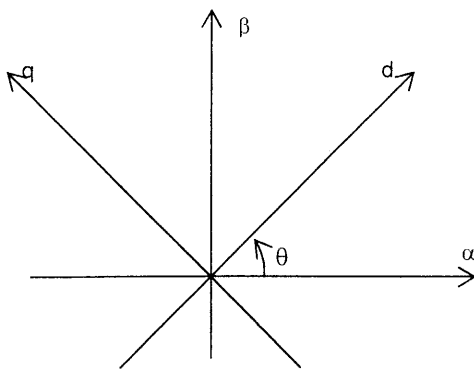
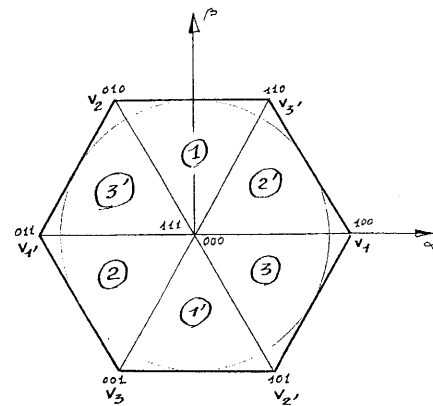

Figure 2
Figure 3
Le référentiel  $d, q$  fait un angle  $\theta$  avec le référentiel  $\alpha, \beta$  (figure 2). Le domaine atteignable par les projections dans le plan  $\alpha, \beta$  des vecteurs « onduleur » et « charge » est présenté à la figure 3. Cette figure présente également les 8 vecteurs onduleurs avec indication pour chacun de l'état des interrupteurs de chacun des 3 bras (1= interrupteur du haut fermé).
- le domaine atteignable est partitionné en 6 secteurs (figure 3) et, à l'intérieur de chacun, seuls les 3 vecteurs les plus proches sont utilisés (facteurs de pondération non nuls), exemple : secteur 2, vecteurs  $\vec{V}_1, \vec{V}_3, \vec{V}_4$  seuls utilisés.